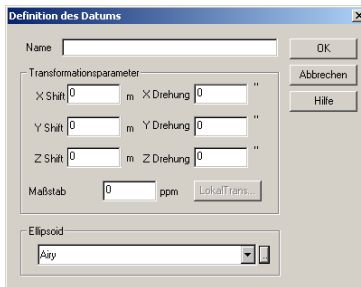

Abbildung 9.1. Dialogfeld "Definition des Datums"
3. Geben Sie im Dialogfeld **Definition des Datums**, Abbildung 9.1, den Namen für das neue Datum ein.